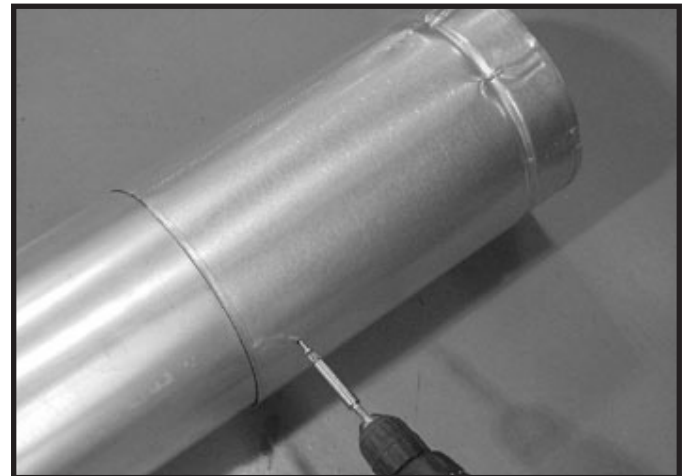

Figure 7.7 Visser dans la section coulissante
- Fixez le tuyau et la section coulissante avec deux vis d'au plus 13 mm (1/2 po) en utilisant les trous de guidage de la section coulissante. Voir la figure 7.7.